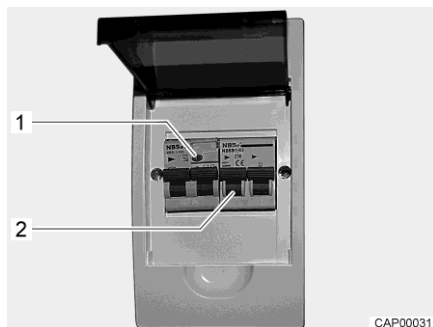

Bild 86 230 V-säkringslåda med ledningsskyddsbrytare och FI-brytare
En jordfelsbrytare (FI-brytare) i säkringslådan skyddar hela fordonet mot läckström (0,03 A). Den efterkopplade ledningsskyddsbrytaren (10 A) (Bild 86,2) säkrar 230 V-nätet.
- När fordonet är anslutet till 230 V-försörjningen: Tryck på kontrollknappen (Bild 86,1). Jordfelsbrytaren måste lösa ut.